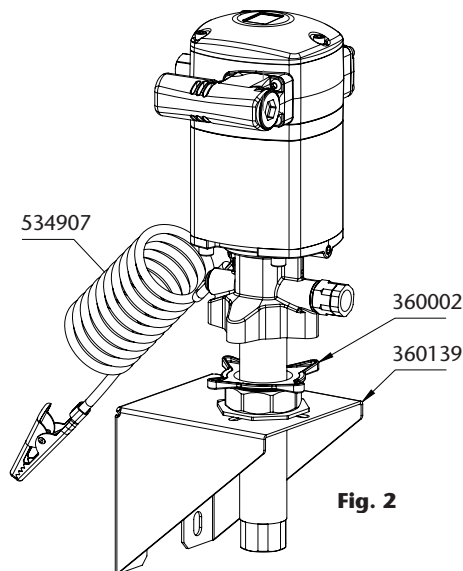

Fig. 2
- a. Montaje mural con adaptador deslizante. Inserte la bomba por el soporte (360139) y fíjela con el adaptador (360002) (Fig. 2).